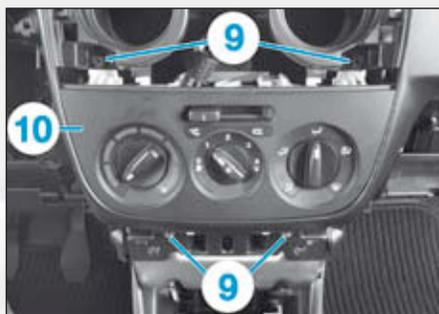

FIG.17
- les vis (9) du panneau de commande (10) (Fig.17),